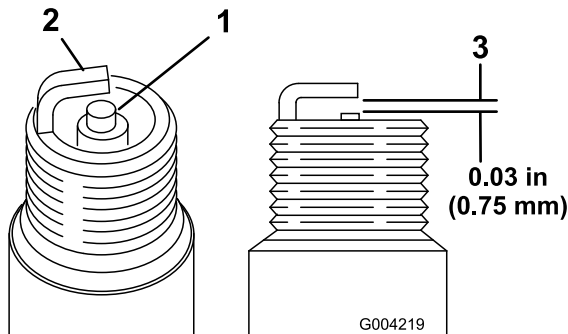

Bild 51
- Sehen Sie sich die Mitte der Zündkerzen an (Bild 51). Wenn der Kerzenstein hellbraun oder grau ist, ist der Motor richtig eingestellt. Eine schwarze Schicht
2. Prüfen Sie den Abstand zwischen den mittleren und seitlichen Elektroden (Bild 51).
3. Verbiegen Sie die seitliche Elektrode (Bild 51), wenn der Abstand nicht stimmt.